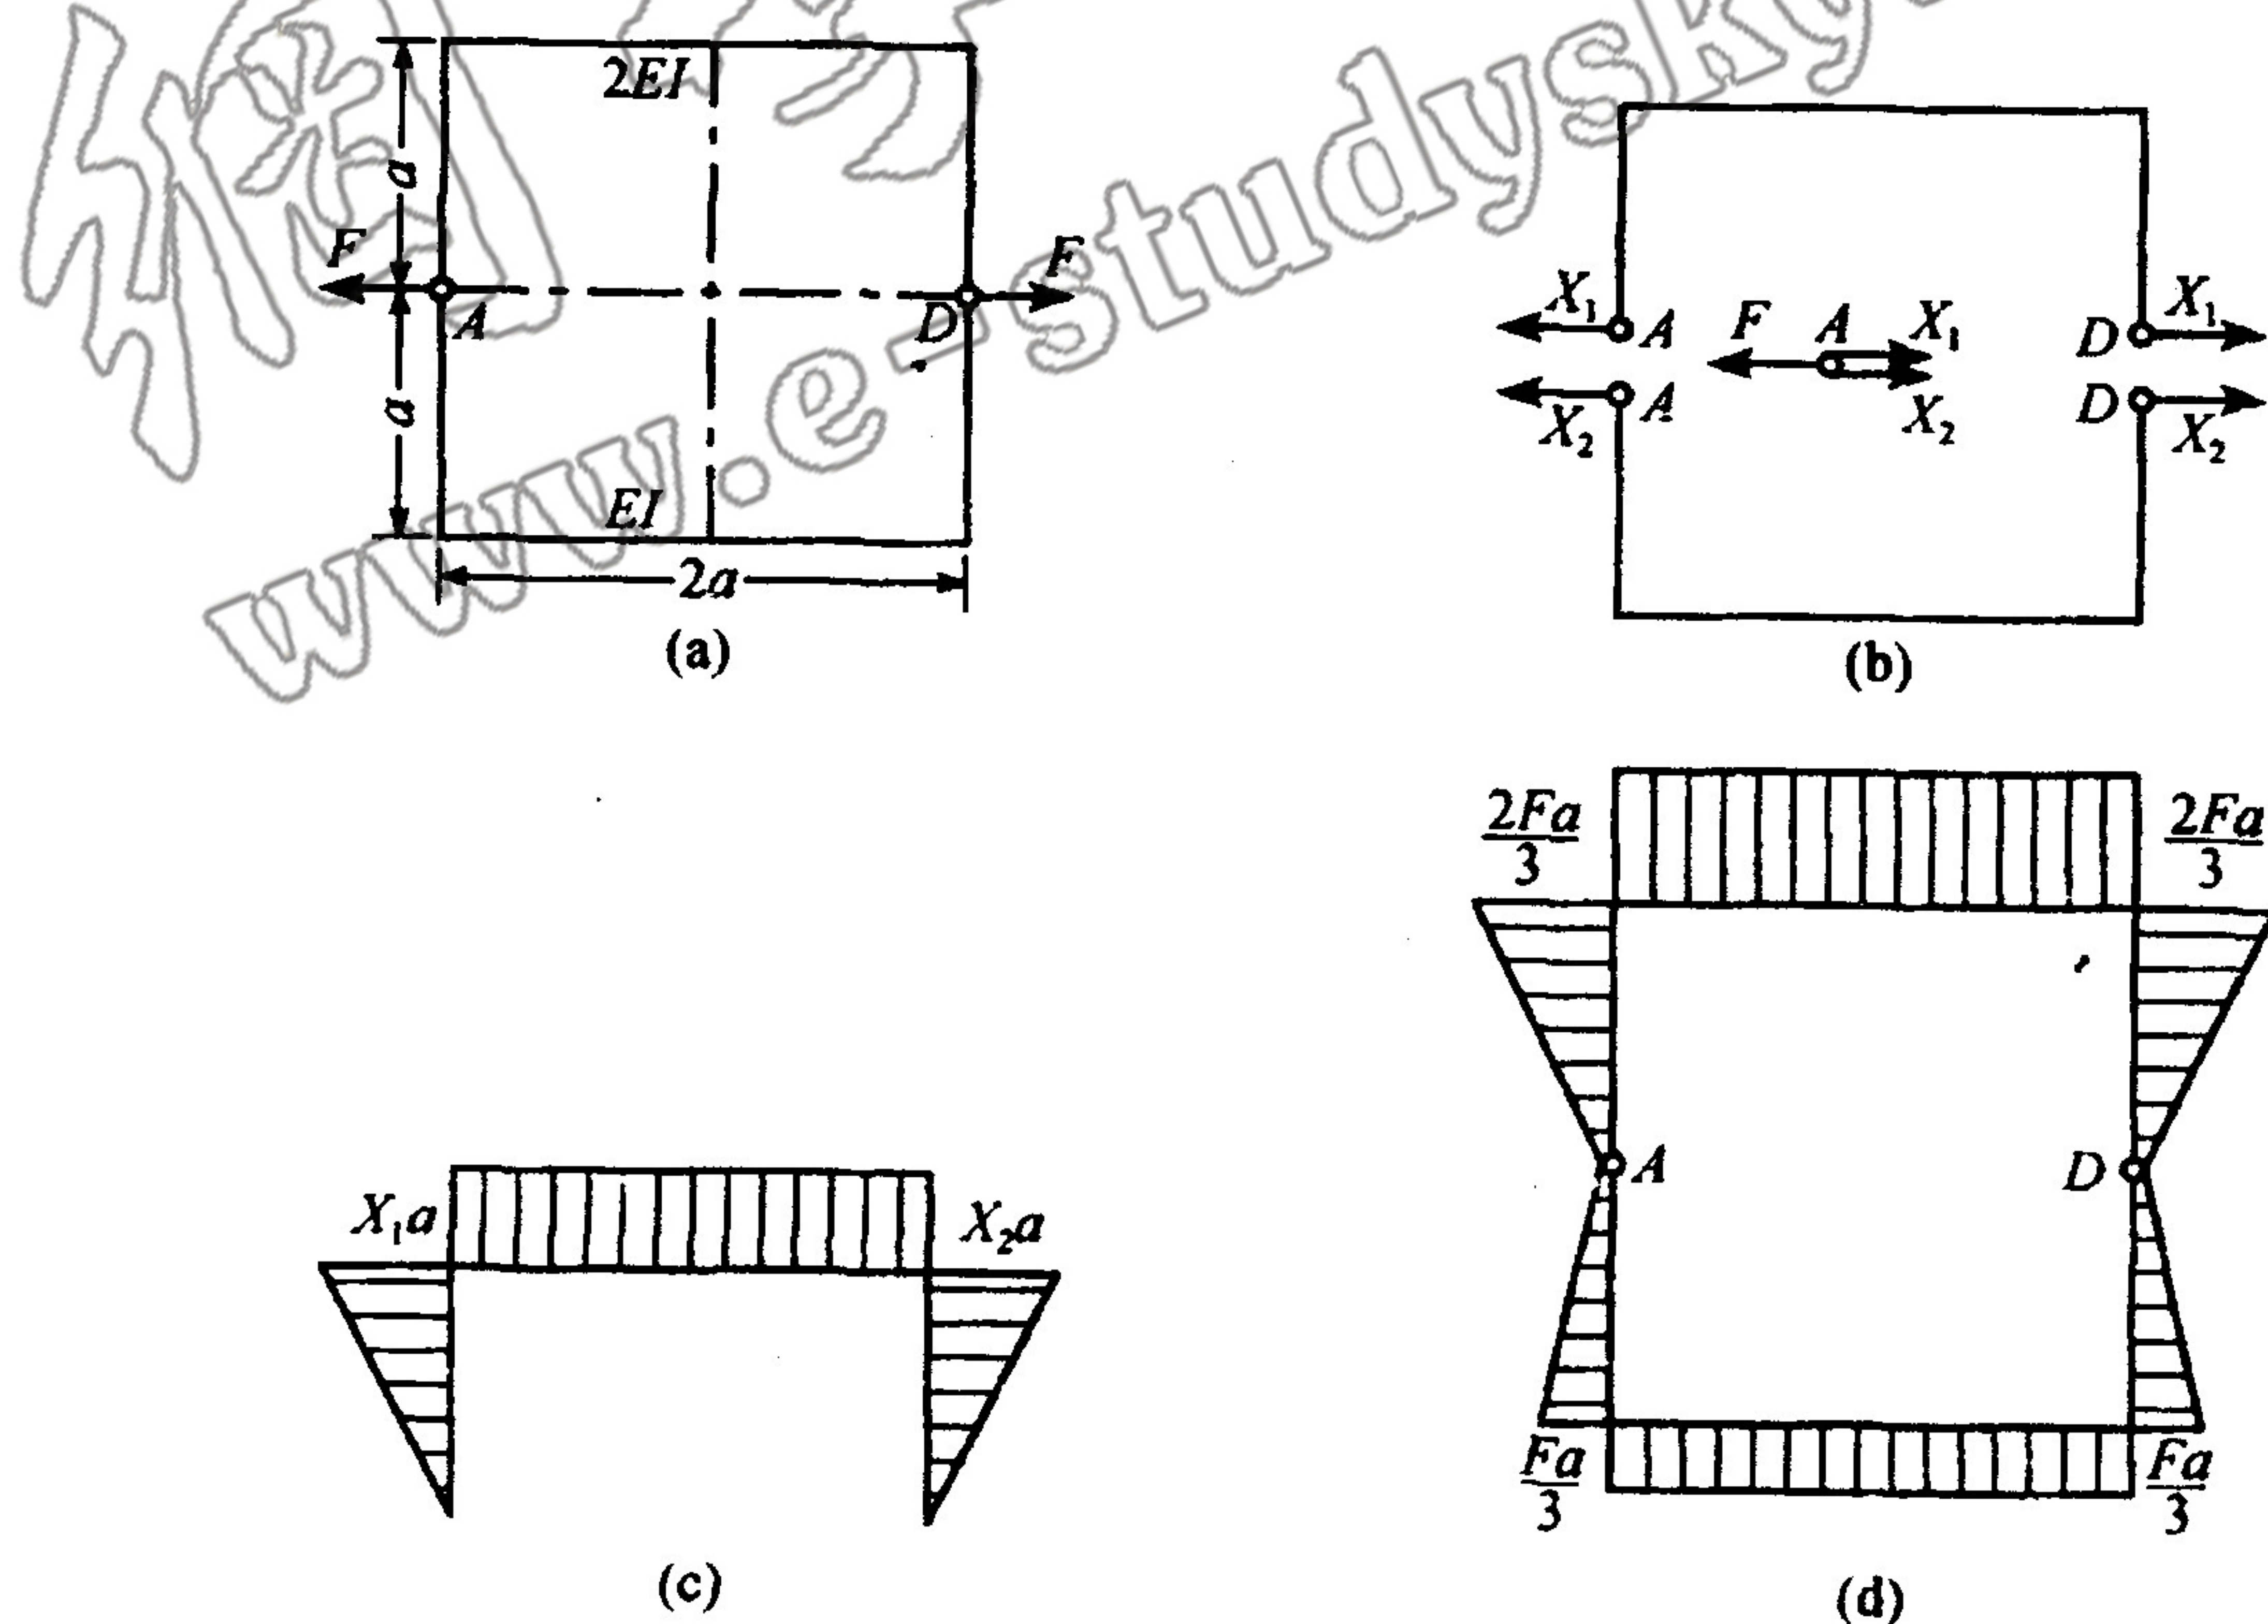

图 4.6
**点评** ①解中先计算了竖直部分承担的弯矩，亦可选计算水平部分承担的弯矩，相减得竖直部分承担的弯矩。②类似的题目有计算截面上拉应力和压应力的合力大小及作用点，只需计算  $z_c$  下部分拉应力的合力  $F_{Nt}$ ，由于仅受弯矩作用， $F_{Nc} = F_{Nt}$ ， $F_{Nc}$ 、 $F_{Nt}$  距中性轴分别为  $y_2$ 、 $y_1$ ，则由  $F_{Nt}y_1 + F_{Nc}y_2 = M$  确定作用点。
4.6 图 4.6(a) 所示正方形框架，A、D 两处为铰链，框架的上半部分抗弯刚度为  $2EI$ ，下半部分抗弯刚度为  $EI$ 。试作此框图的弯矩图。题中  $F$ 、 $a$ 、 $EI$  均为已知。(15 分)
(1) 取静定基如图 4.6(b) 所示，在两铰链处  $M_A = M_D = 0$ ， $F_N = 0$ 。
(3) 图乘法求相对位移。作上半部分弯矩图如图 4.6(c)所示，令  $\bar{X}_1 = 1$ ，得单位力图，两图相乘得
代入平衡方程，解得  $X_1 = \frac{2}{3}F$ ， $X_2 = \frac{1}{3}F$ ，即 A、D 铰接处，上半部分承担  $\frac{2}{3}F$ ，下半部分承担  $\frac{1}{3}F$ ，其弯矩图如图 4.6(d)所示。